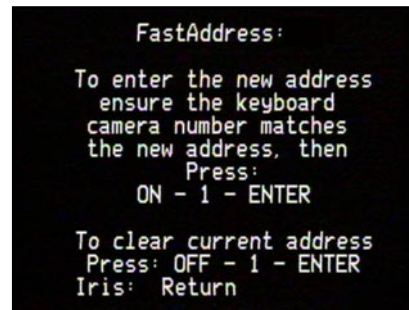

Figura 4 : Fast Address (direccionamiento rápido), continuación
4. Pulse "ON-636-ENTER." Verá la cámara mostrada en la FIGURA 4. En este punto, la cámara con el ID 26636 será la única cámara en el modo *FastAddress*.